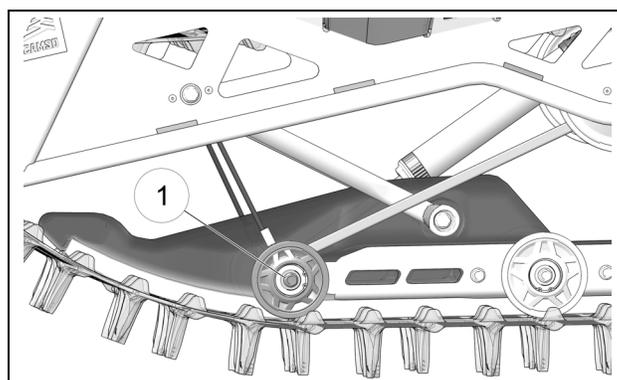

Figure 9
- Desserrer le boulon de fixation (1) de la roulette vis-à-vis le logement de la tige du ressort de suspension et retirer la roulette. Figure 9.